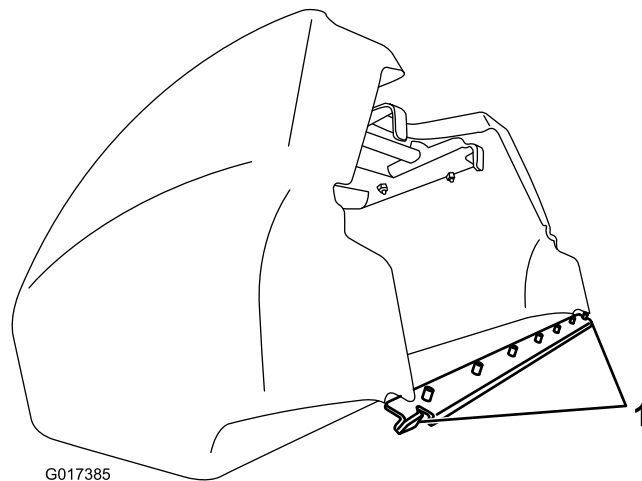

図 10
**重要** もしバスケットを落としてしまった場合には、バスケットの下側リップにあるピッチアームの接触点（図 10）が破損していないか点検してください。曲がっている場合には真っ直ぐに直してから使用してください。ピッチアームが曲がったままの状態ではバスケットを使用するとリールを破損させる恐れがあります。